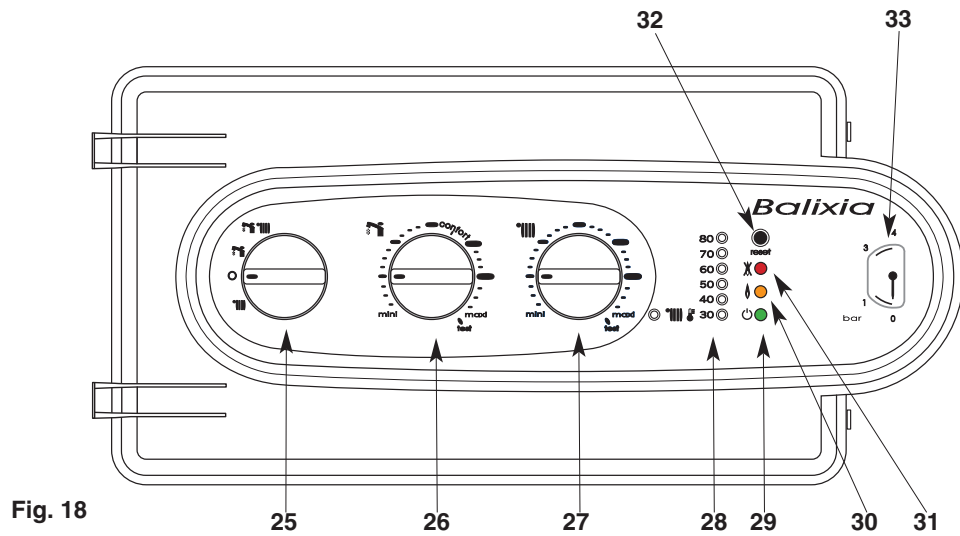

Fig. 18
- Plaats de schakelaar 25 (fig. 18) op stand «   » groen lampje 29 brandt ; het oranje lampje 30 (fig. 18) brandt telkens de brander in werking treedt.. Tijdens het aftappen van sanitairwater wordt de verwarmingsfunctie onderbroken.
De regelknop van de verwarming 27 «  » (fig. 18) geeft U de mogelijkheid om de temperatuur van het water van de verwarmingskring aan te passen in functie van het seizoen.
De indicator 28  (fig. 18) geeft deze temperatuur aan.
- Zet de schakelaar 25 (fig. 18) op stand «  » groene lampje 29 brandt.
- Zet de schakelaar 25 op stand «O » groen lampje 29 (fig. 18) blijft branden. De vorstvrij-functie van de ketel blijft actief. Antiblokkering van de pomp en de verdellklep.
Niet vergeten deze terug te openen bij het begin van het verwarmingsseizoen, wanneer men de schakelaar 25 (fig. 18) op stand «   » plaatst.